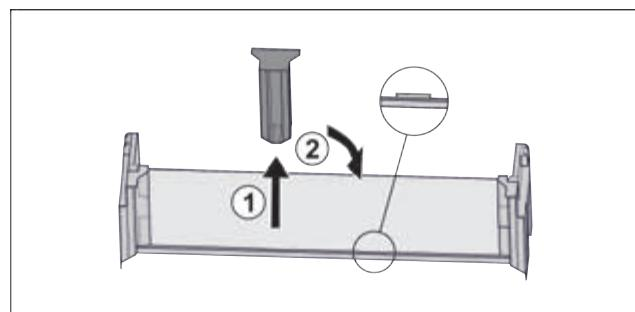

Fig. 39
- Витягнути середину деталь для підтримки Fig. 39 (1).
- Вставити середину деталь для підтримки на друге положення Fig. 39 (2).